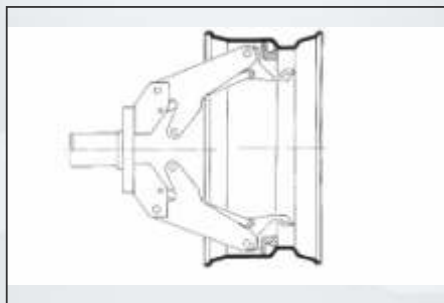

Рисунок 11
**Примечание:** зажимайте колесо с ободом, с выемкой таким образом, чтобы выемка находилась около внешней стороны обода (рис.11).